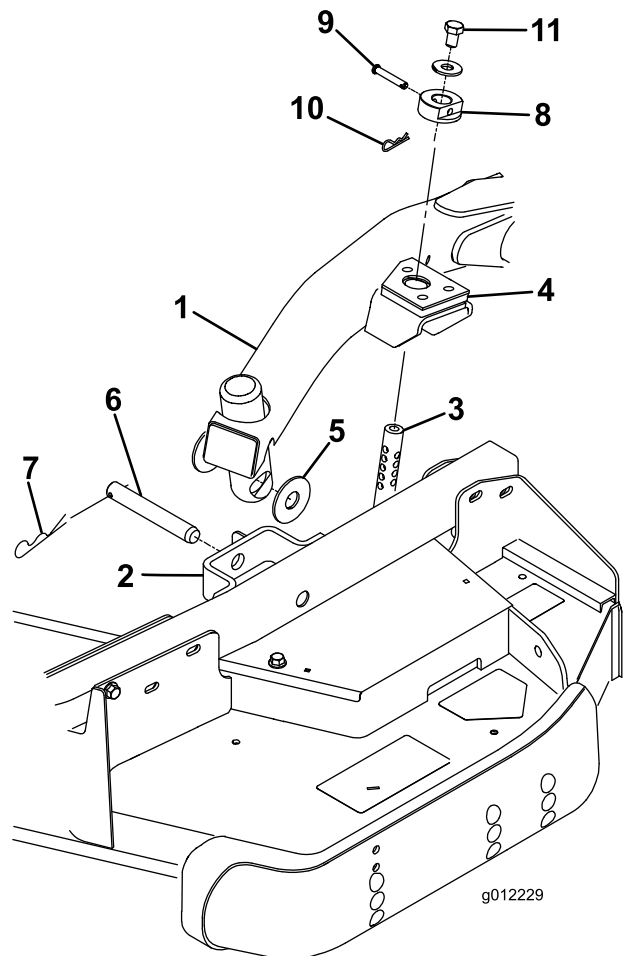

Figura 23
4. Mueva la palanca de elevación a la posición Flotar. Empuje hacia abajo uno de los brazos de elevación hasta que los taladros del brazo de elevación estén alineados con los taladros del soporte del brazo de la rueda giratoria y pueda introducirse la varilla de ajuste de la altura de corte en los alojamientos del brazo de elevación (Figura 23).
5. Fije el brazo de elevación al brazo de la rueda giratoria con (2) arandelas de empuje, un pasador y un pasador de horquilla. Coloque las arandelas de empuje entre el brazo de elevación y el soporte del brazo de la rueda giratoria (Figura 23). Introduzca el extremo del pasador de horquilla en la ranura de la pestaña del brazo de la rueda giratoria para retener el pasador.
9. Instale los collares de ajuste de la altura de corte sobre las varillas de ajuste de la altura de corte y fíjelos con los pasadores y los pasadores de horquilla (Figura 23). Oriente la cabeza del pasador hacia la parte delantera de la carcasa.
10. Instale un perno de 1/2 x 3/4 pulgada y una arandela en la parte superior de cada varilla de ajuste de la altura de corte (Figura 23).